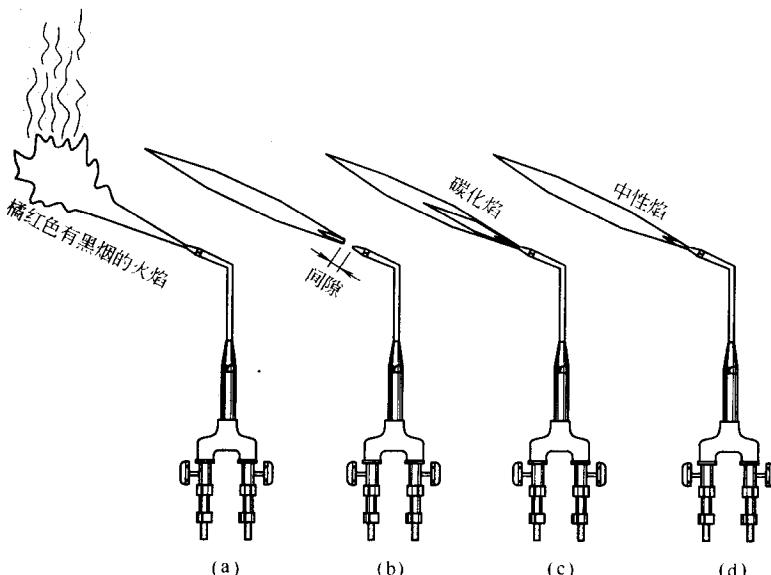

图 1-2 中性火焰的调节
答：① 打开乙炔阀到不大于最高值 $1/16$ ，采用火花引燃器点燃从喷嘴流出的气体，产生微带烟尘的橘红色火焰，见图 1-2(a)。
② 连续打开乙炔阀，直至火焰中的烟尘消失（放出烟灰）。判断乙炔量是否适当的另一种方法是打开乙炔阀直至火焰从焊炬喷嘴处跳离，留下大约 1.5 mm 的间隙，见图 1-2(b)。然后关闭阀门直到火焰接触到焊炬喷嘴。
③ 缓慢打开氧气阀，当氧气增加时橘红色的乙炔火焰变成粉红色，一个更小、白色的内焰开始形成。随着氧气的进一步增加，内焰开始有了明显和轮廓清晰的飘动，见图 1-2(c)，这种火焰是中性的。再增加氧气将形成氧化焰，见图 1-2(d)。
④ 如果在同样喷嘴尺寸时需要一个较大的火焰，可以增加乙炔，并且氧气也进一步增加一点以保持内焰的边缘清晰。这种先加大乙炔然后再加大氧气的做法，在获得最大和最有效的火焰之前通常分几步完成。先把火焰调整到喷嘴出口的最小流率，使火焰在导嘴内部引燃。这时容易回火并发出“啪、啪”地爆破响声。如果你需要较小的火焰，可使用一种较小的焊炬喷嘴。